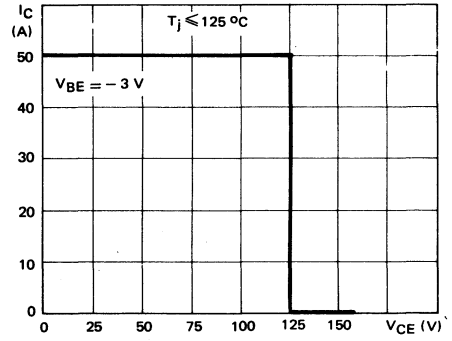

FIGURE 2 : Reverse biased safe operating area ( RBSOA )
**CIRCUITS DE MESURE DES TEMPS DE COMMUTATION (et oscillogrammes)** (fig. 2)